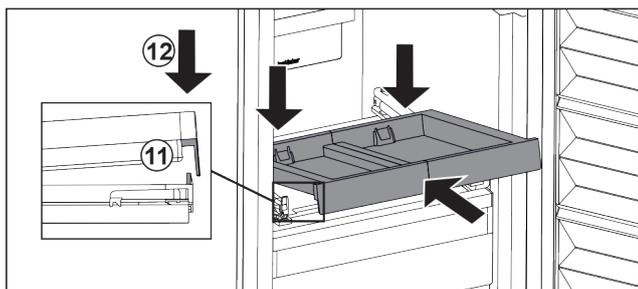

Fig. 103
- ▶ Zasuňte ju šikmo. Dbajte na to, aby sa na oboch stranách doraz nachádzal za sponou. Fig. 103 (11)
- ▶ Zložte vyťahovaciu poličku vpredu. Fig. 103 (12)